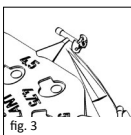

fig. 3
■ **fig. 3** Détacher le gabarit choisi du disque avec des micro-ciseaux (REF 8000 172) et l'introduire dans l'oreille moyenne au moyen d'une ventouse ou d'un instrument de microchirurgie.